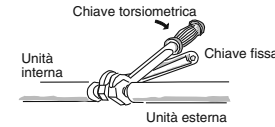

Fig. 5-6
- Per stringere i dadi flangiati, applicare la coppia di serraggio specificata (Fig. 5-6).
- Nel rimuovere i dadi svasati dai collegamenti oppure quando li si stringe dopo aver collegati i tubi, usare due chiavi regolabili. (Fig. 5-6)